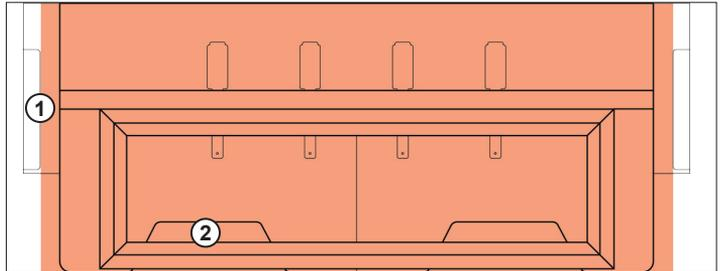
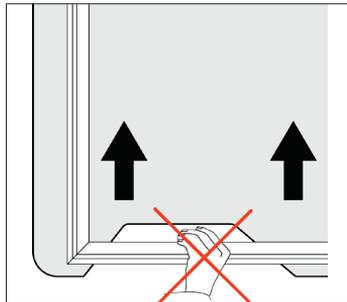

Abb. 46: Arbeitsbereich des Pantographen
Abb. 47: Quetschstellen am Pantographenrahmen (Tischplattenausnehmung)
Nicht im Arbeitsbereich des Pantographens (Abb. 46) auf die Tischplatte aufstützen oder in den Tischplattenausnehmungen anlehnen! Die schnellen Bewegungen des Pantographen können bei Kontakt Prellungen, Quetschungen und Scherverletzungen verursachen! (Abb. 47).
Greifen Sie nicht an die inneren Seiten der Stützen (1) die Tischplattenausnehmungen (2) oder in die Pantographen-Führungsschlitze (3) - hier besteht Verletzungsgefahr. Siehe auch (Abb. 47).